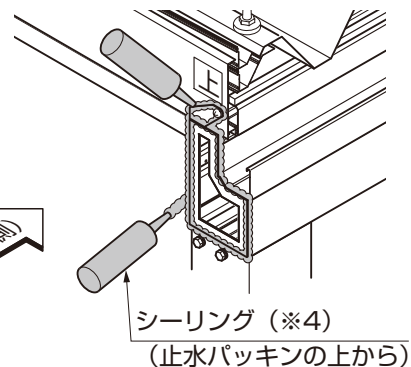
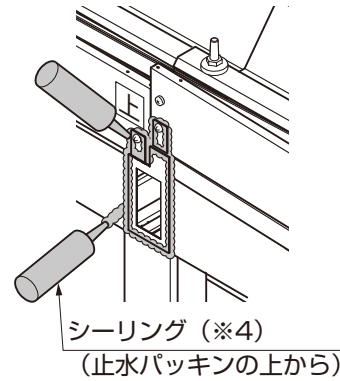
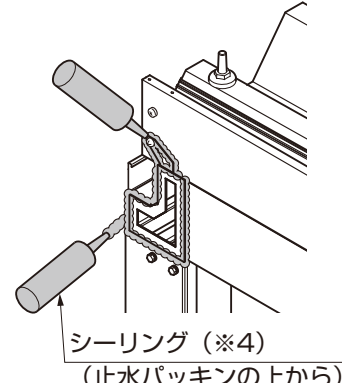

図18-8 水上側のシリング
図18-10 中間のシリング
図18-12 水下側のシリング
- ③幕板取付金具の下部と金具周囲をそれぞれシリングしてください。(図18-8、図18-10、図18-12参照)
- ④桁の端部を止水パッキンの上からシリングしてください。(※4) (図18-8、図18-10、図18-12参照)